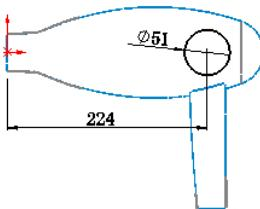

图 6.15.26 草图 11
Step22. 创建图 6.15.26 所示的草图 11。选取前视基准面作为草图基准面。
(1) 选择下拉菜单 **插入(I)** → **曲线(C)** → **分割线(S)...** 命令，系统弹出“分割线”对话框。
(2) 定义分割类型。在“分割线”对话框的**分割类型**区域中选中 **投影(P)** 单选项。